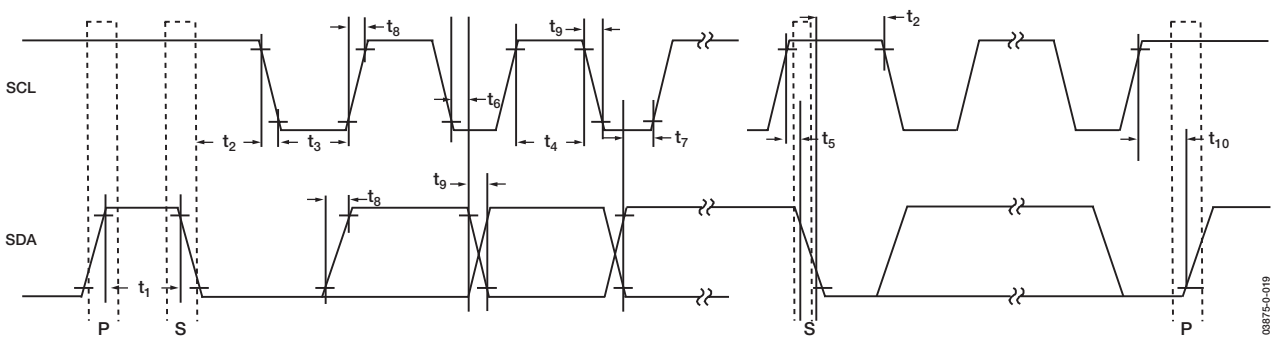
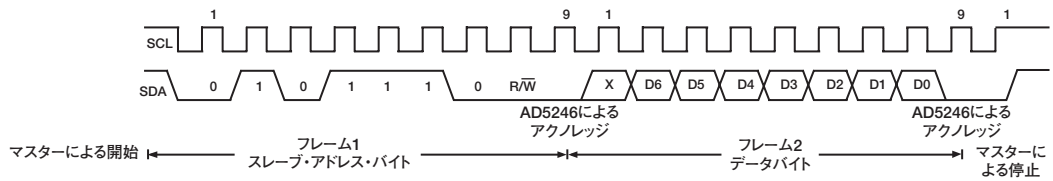
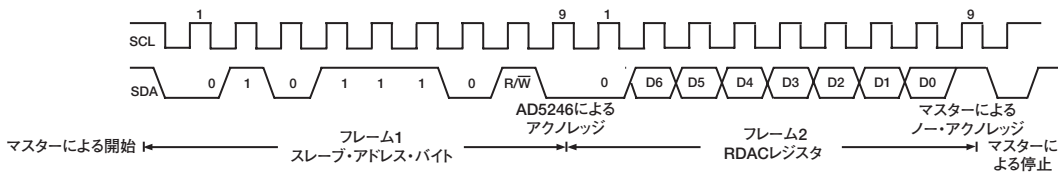

図25. I2Cインターフェースの詳細なタイミング図
図26. RDACレジスタへの書込み
図27. RDACレジスタからの読出し
3 測定値の位置については、タイミング図 (図25、図26、図27) を参照してください。
1. マスターは、START条件を確立することによってデータ転送を開始します。これは、SCLがハイレベルになっている間に、SDAライン上でハイからローへの遷移が発生したときになります(図26を参照)。次のバイトはスレーブ・アドレス・バイトで、7ビットのスレーブ・アドレスとそれに続くR/Wビット(このビットで、スレーブ・デバイスとの間のデータの読出し/書き込みを決定します)で構成されます。送信されたアドレスに対応するアドレスを持つスレーブは、9番目のクロック・パルス(アクトレジット・ビット)中にSDAラインをローレベルにプルすることによって応答します。この段階で、バス上の他のすべてのデバイスはアイドル状態のままになっていますが、選択されたデバイスはシリアル・レジスタへのデータの書き込みまたはシリアル・レジスタからの読出しを待ちます。R/Wビットがハイレベルの場合、マスターはスレーブ・デバイスから読み出します。R/Wビットがローレベルの場合、スレーブ・デバイスに書き込みます。
3. 読出しモードでは、スレーブ・アドレス・バイトのアクトレジットの後、シリアル・バスを通じて9つのクロック・パルス(8つのデータビットにアクトレジット・ビットが続く書き込みモードとは若干異なります)でデータを順番に受信します。同様に、SDAラインでの遷移は、SCLのロー期間中に発生し、SCLのハイ期間中は安定していなければなりません(図27を参照)。
4. データ・ビットの読出し/書き込みがすべて行われると、マスターによってSTOP条件が確立されます。STOP条件は、SCLがハイレベルの間に、SDAラインがローレベルからハイレベルに遷移することです。書き込みモードでは、マスターが10番目のクロック・パルスの間にSDAラインをハイレベルにプルしてSTOP条件を確立します(図26を参照)。読出しモードでは、マスターが9番目のクロック・パルスに対してノー・アクトレジットを発行します(つまり、SDAラインはハイレベルのままです)。続いてマスターは10番目のクロック・パルスの前にSDAラインをローレベルにし、その後SDAラインがハイレベルとなってSTOP条件が確立します(図27を参照)。